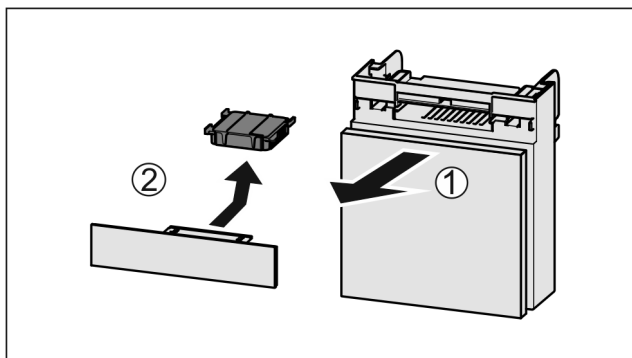

Fig. 182
- ▶ Вытянуть Fig. 182 (1) отделение движением вперед.
- ▶ Извлечение Fig. 182 (2) фильтра с активированным углем.